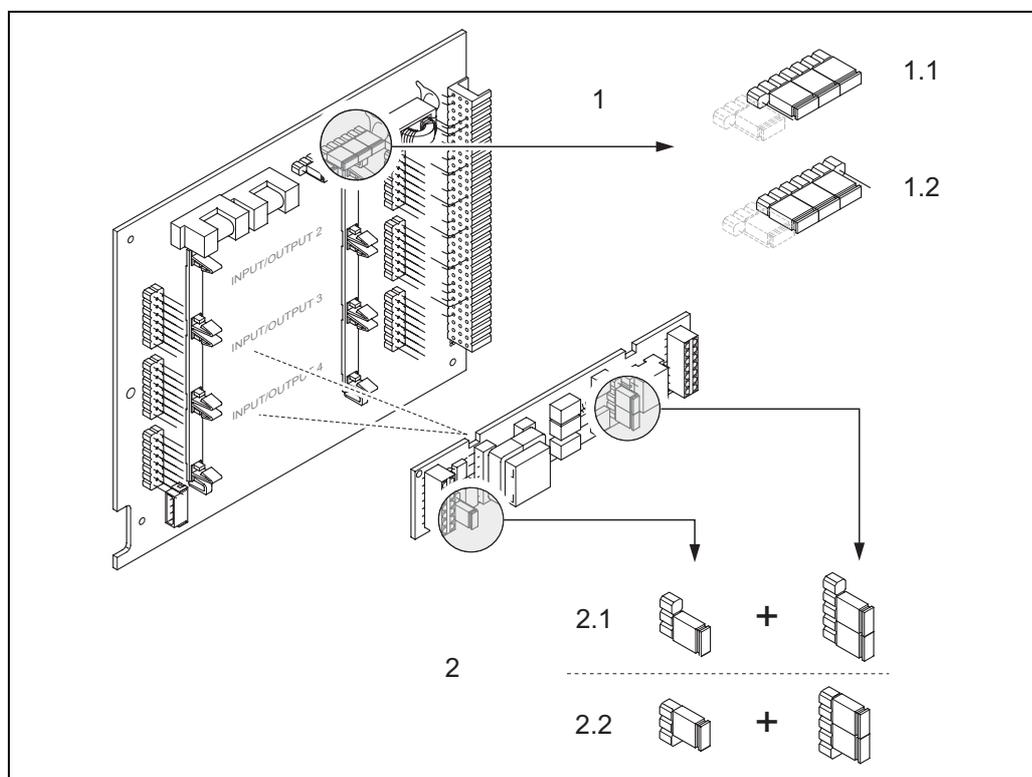

Рис. 34: Конфигурирование токовых выходов при помощи переключек (гибкий модуль ввода/вывода)
3. Установите переключки в соответствии с → Рис. 34